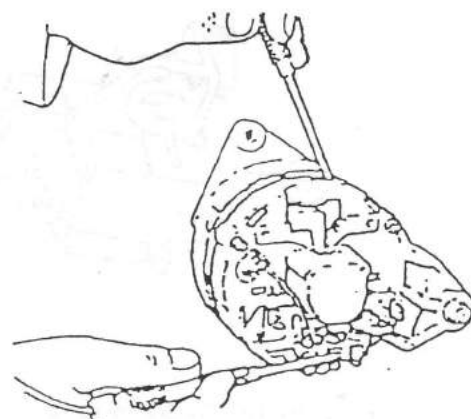

Fig. 10.15
- 2.- Conecte un ohmetro entre en cuerpo del estator y cada uno de los extremos de las fases del estator, uno a uno. El ohmetro no debe registrar ninguna lectura. (Fig. 10.15)